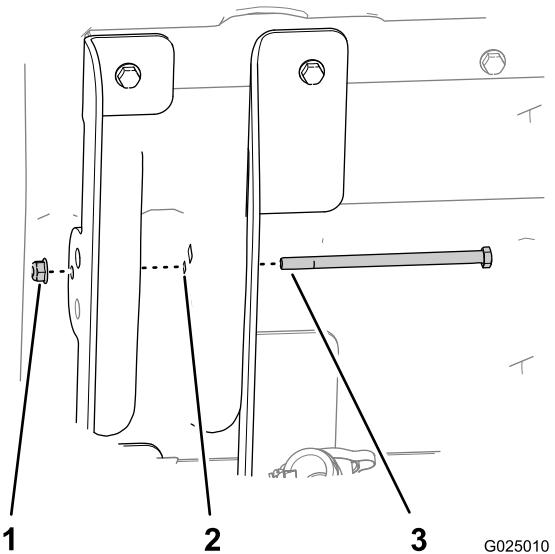

Figure 5
- Insérez le boulon à tête hexagonale (5/16 x 5-1/2 po) dans le trou de 79 mm du support de relevage intérieur (brides longues), la structure du plateau et le support de relevage extérieur (brides courtes), comme montré à la Figure 5.
- Fixez le boulon avec l'écrou à embase (5/16 po) serré à la main (Figure 5).
11. Serrez fermement l'écrou à embase qui fixe le boulon (5/16 po) (Figure 5).